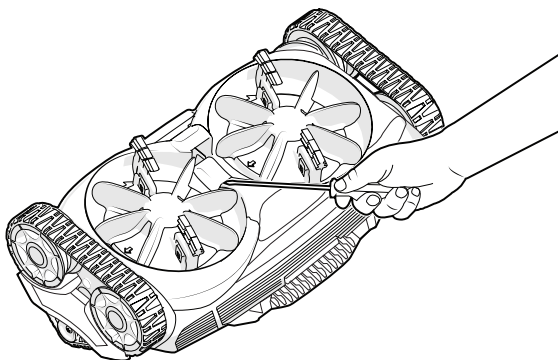

Figure 10. Retirer l'adaptateur modulaire d'entrée
1. Repérer la fente sous le nettoyeur. Insérer un outil plat dans l'adaptateur d'entrée (figure 10).